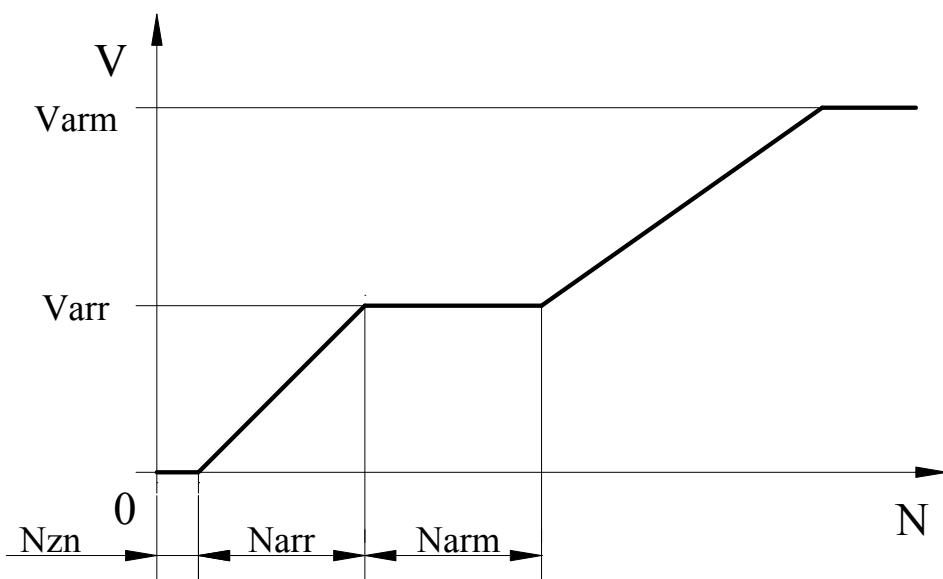

Рис.7. Скорости удержания в зависимости от модуля отклонения от точки удержания.
3.8.6.5. **Номер 4** – Varr (0-200 мм/сек) – малая скорость движения при удержании (арретировании) (**рис.7**).
3.8.6.6. **Номер 5** – Varm (0-200 мм/сек) – максимальная скорость движения при удержании (**рис.7**).
3.8.6.7. **Номер 6** – Narm (0-100 мм) – участок скорости движения при удержании, где V=Varr (**рис.7**).